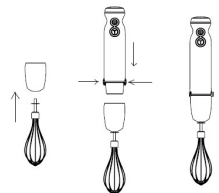

Рис. 2
- Насадка-венчик (7) используется только для взбивания яичного белка, приготовления лёгкого теста или для перемешивания готовых десертов.
- Перед установкой насадки-венчика (7) убедитесь в том, что вилка шнура питания не вставлена в электрическую розетку.
- Вставьте насадку-венчик (7) в редуктор венчика (6).
- Вставьте редуктор венчика (6) в моторный блок до срабатывания фиксаторов (2), убедитесь в надёжной фиксации редуктора (6) и венчика (7) (рис. 2).
- Опустите насадку-венчик (7) в подходящую ёмкость, в которую Вы поместили продукты.
- Для включения нажмите и удерживайте кнопку (4) «☺».
- При нажатии и удержании кнопки (4) «☺» Вы можете регулировать скорость вращения насадки-венчика поворотом регулятора (5).
- Для работы в режиме максимальной скорости нажмите и удерживайте кнопку (3) «Т».